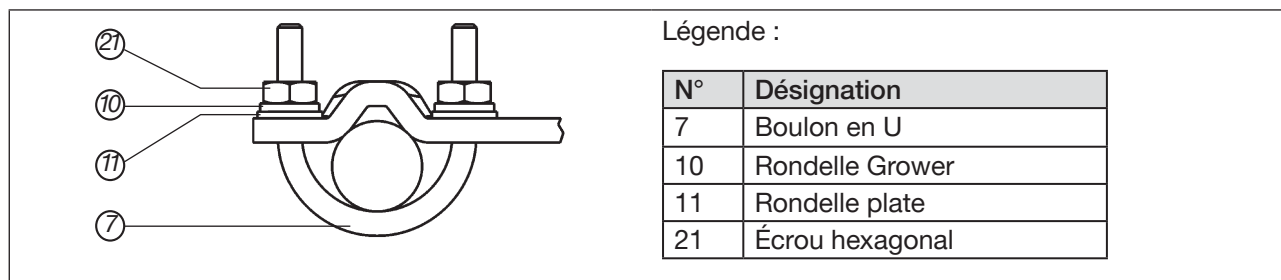

Figure 21 : Fixation du positionneur avec l'équerre de montage ; pour les actionneurs avec portique
→ Fixer l'équerre de montage sur le portique avec les boulons en U ⑦, les rondelles plates ⑪, les rondelles Grower ⑩ et les écrous hexagonaux ②① (voir « Figure 21 »).